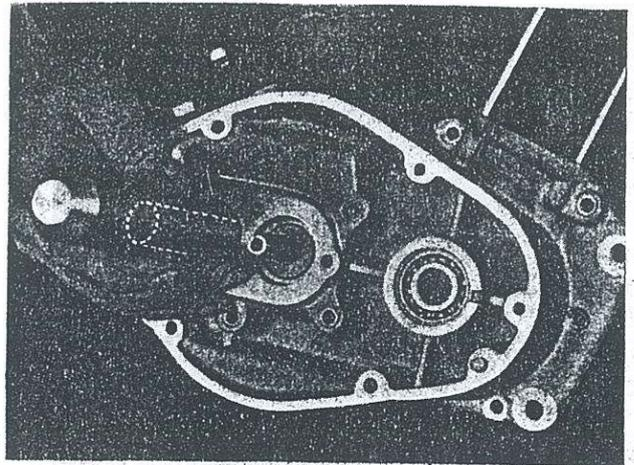

Bild 14. Heraustreiben der Getriebewellen samt Lagern mittels Hohlhorn
29. Kupplungs- und Antriebswelle samt Lagern mittels Hohlhorn bzw. passendem Rohrstück aus Gehäusehälften herausdrücken (Bild 14).